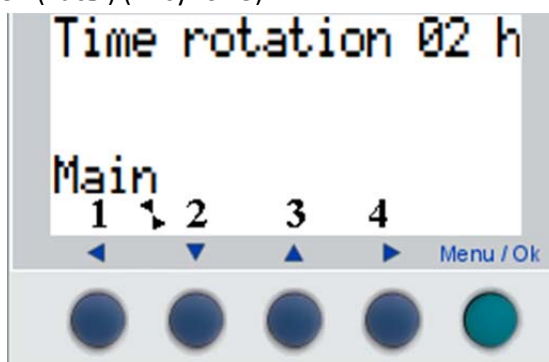

Рисунок 3. Окно задания времени ротации установок.
1) **Время ротации установок (часы)** (Рисунок 3).